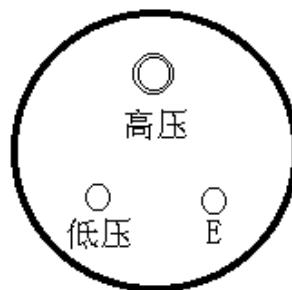

图16 标准电容接法
(1) 正接法
D. 见图 16
(2) 反接法
- D. 见图 16